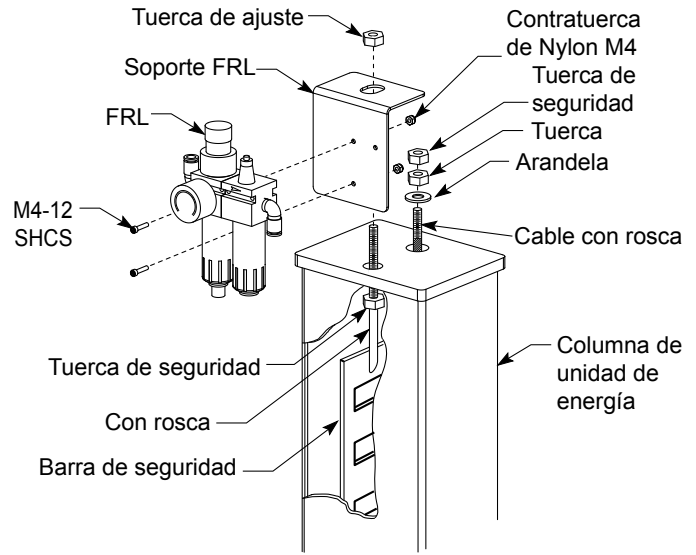

Fig. 6
- D. Coloque el soporte FRL en la parte superior de la columna de la unidad de energía. Guíe el perno de rosca a través del orificio en la placa superior de la columna y la abrazadera, Fig. 6. Luego enrosque la tuerca de ajuste hacia la tuerca de rosca hasta que la tuerca y la placa superior queden pegados, Fig. 6. Repita para las otras columnas.